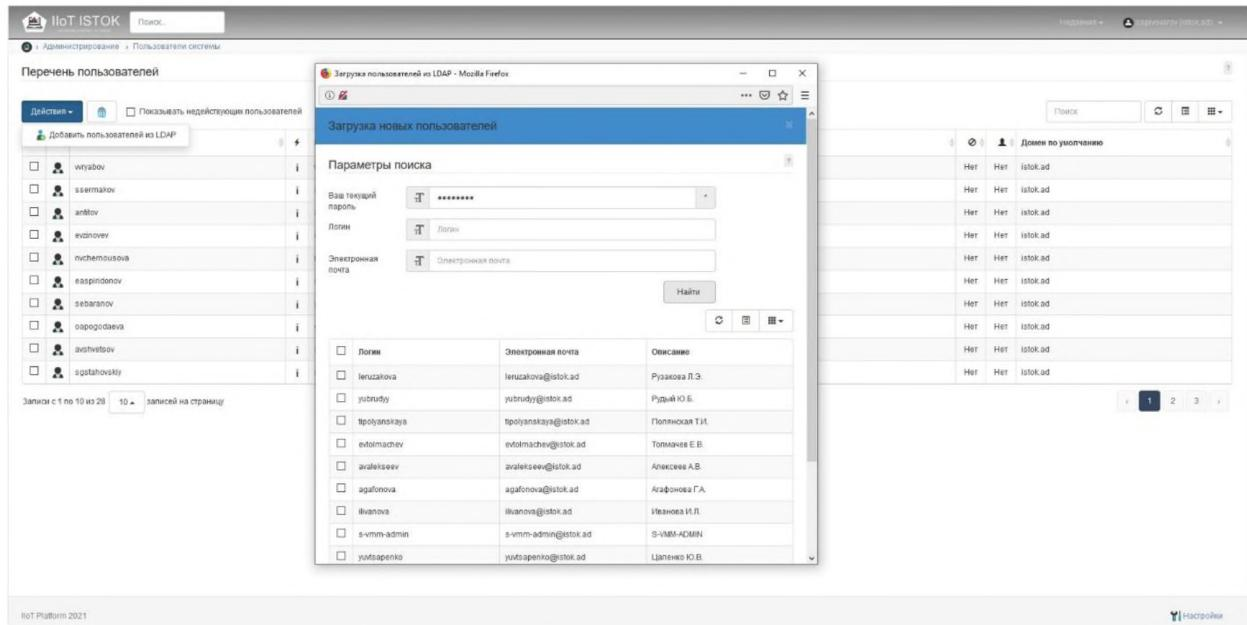

Рисунок 3 – Окно «Загрузка пользователей из LDAP»
**4) Нажмите Действия – Добавить пользователей из LDAP (рис. 3).**